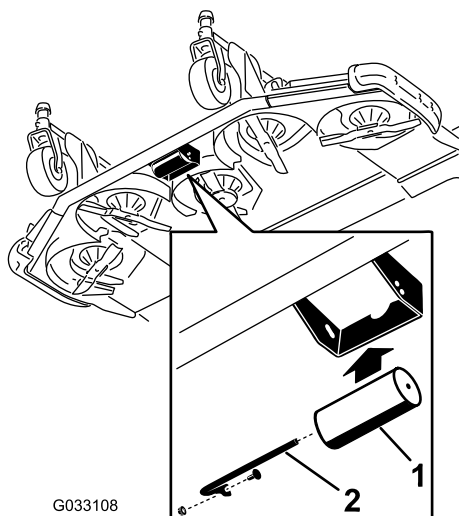

Figura 42
2. Efetue o alinhamento do rolo com os orifícios superiores e instale o eixo com um parafuso e uma porca (Figura 42).